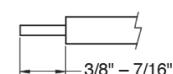

Figure 4
**STEP 10:** Cut supply cable to desired length. Strip black and white wire leads with wire strippers to expose 3/8" – 7/16" of bare metal (See Figure 4.)
**STEP 11:** Using Wirenuts ③ provided, connect supply (house) wires to fixture wires - white to white, black to black, and green to green or bare copper ground wire.
**PASO 10:** Corte el cable de suministro según la longitud deseada. Pele los terminales de los cables negro y blanco con los alicates de corte para dejar expuesto 3/8" – 7/16" de metal (vea la Fig. 4).
**PASO 11:** Usando los capuchones para cables provistos ③, conecte los cables de suministro eléctrico (del hogar) a los cables del dispositivo: blanco con blanco, negro con negro y verde con verde o con el cable a tierra de cobre desnudo.
**ÉTAPE 10:** Coupez le câble d'alimentation à la longueur désirée. Dénudez les fils noir et blanc avec une pince à dénuder pour exposer 3/8" – 7/16" de métal nu (Voir la figure 4).
**ÉTAPE 11:** À l'aide du connecteur de fils ③ fourni, raccordez les fils d'alimentation (maison) aux fils du luminaire : fil de terre blanc au blanc, noir au noir et vert au vert ou fil terre en cuivre nu.